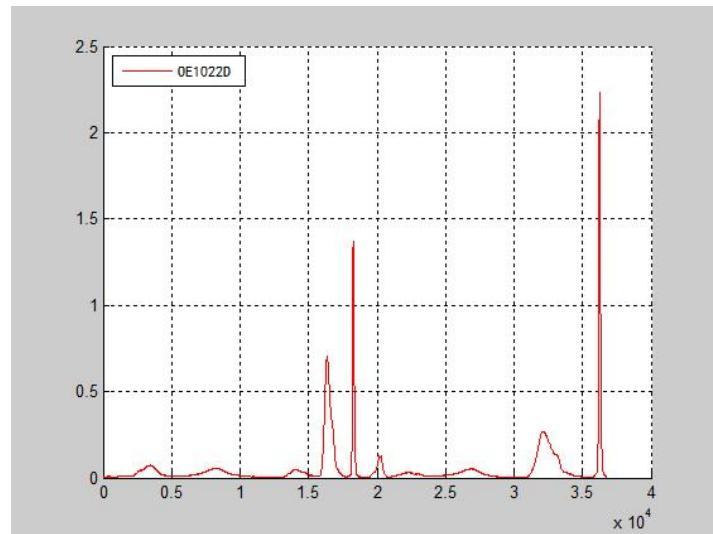

图 103. OE1022D 测得的光谱曲线图
4. 开始光谱测量实验，同时利用数据采集平台采集光谱数据，可以得到如下光谱曲线图 103（未定标）：